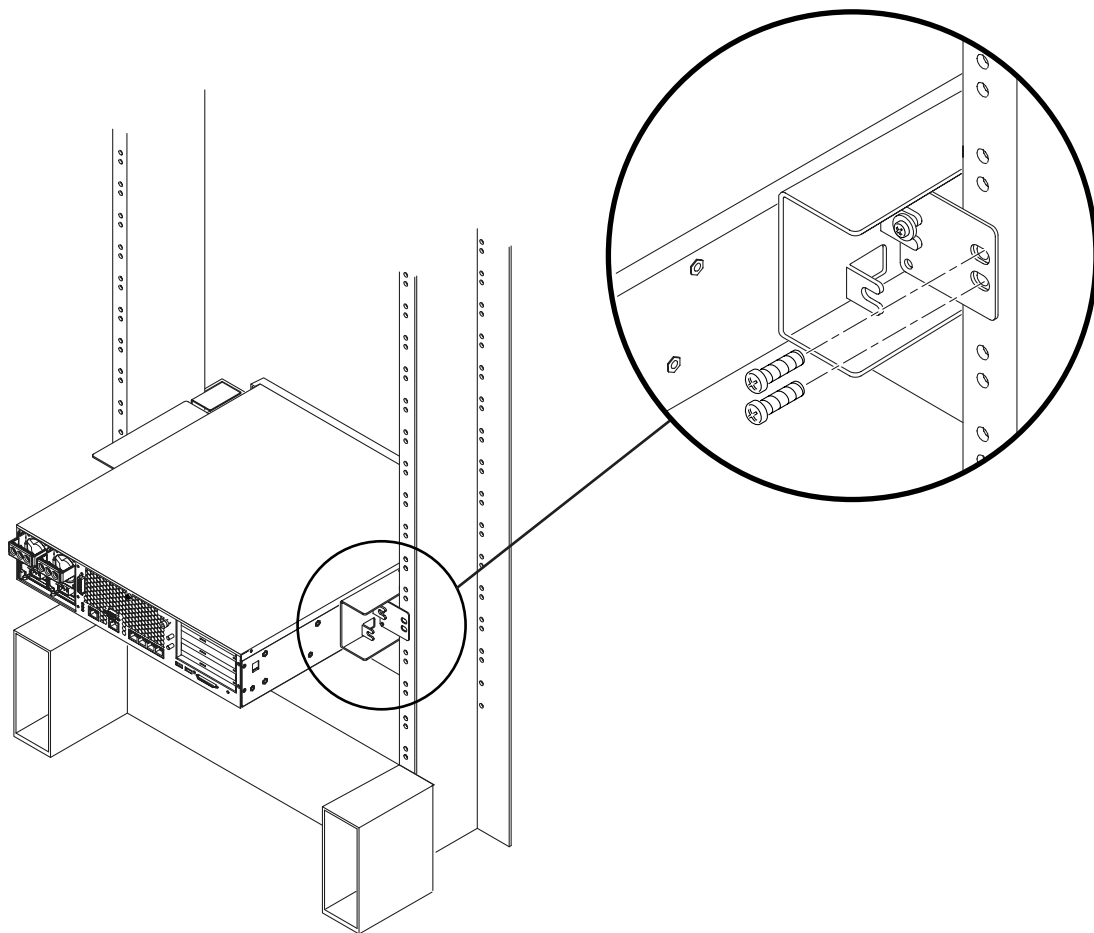

图 3-29 将后端固定片固定到侧托架上
- d. 用两颗螺钉，将后端固定片的另一侧固定到支柱背面（图 3-29）。